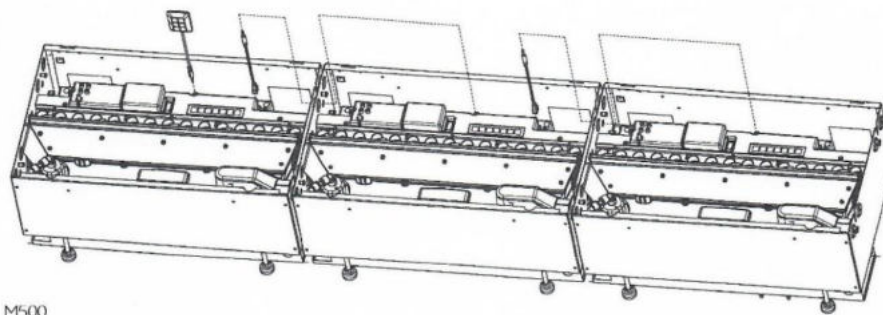

Fig. 25
5. Schließen Sie bei einem M500 das Verbindungskabel an die 3,5-mm-Buchse in der Kunststoffabdeckung an (Abb. 25). Verbinden Sie bei einem M1000 das Verbindungskabel mit der 3,5-mm-Buchse in der Kunststoffabdeckung am linken Modul (Abb. 26).